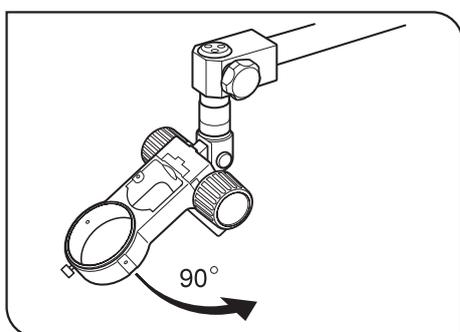

fig. 11
6. Para mudar o ângulo do braço de fixação, solte o parafuso de ajuste do ângulo do braço de fixação. (fig. 11)